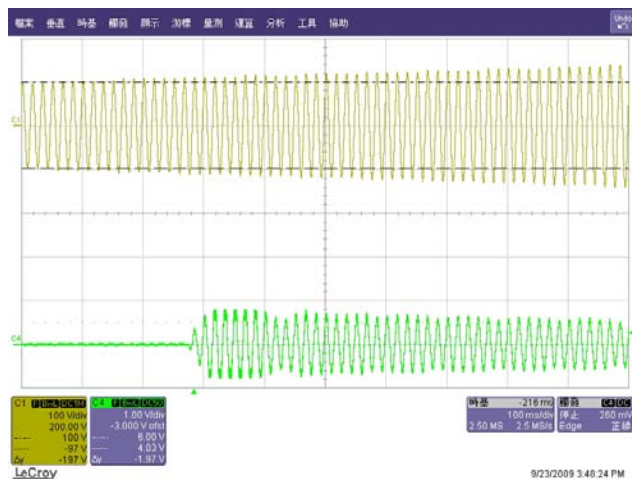
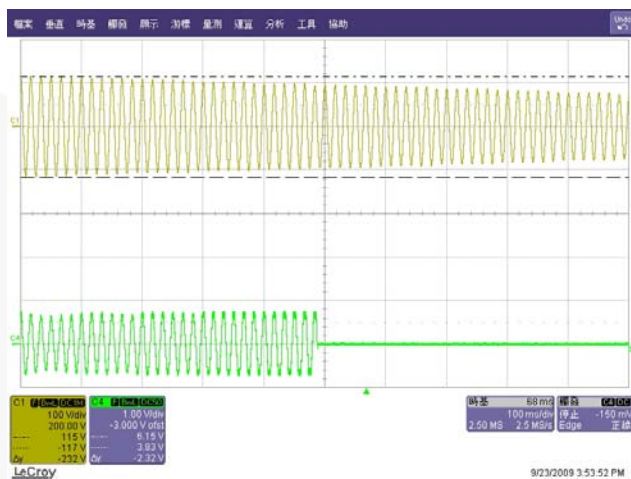

图 19. 通电
图 20. 欠压
- 图 19和图 20分别显示的是线路电压缓慢增大和缓慢减小时的启动与关断操作。线路电压达到约 $80V_{AC}$ 时，电源开启；线路电压下降至 $70V_{AC}$ 以下时，电源关断。